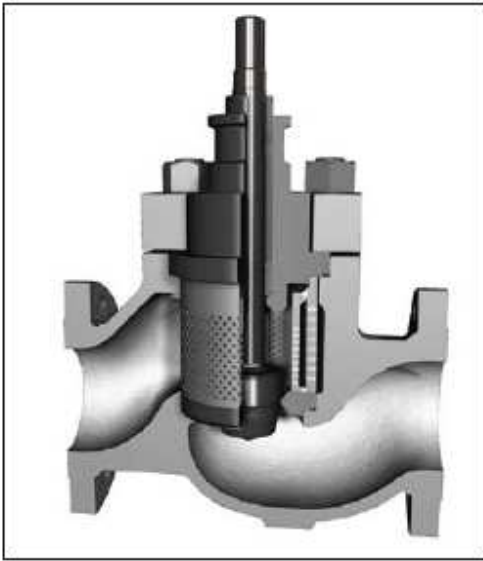

Abbildung 8:
- 8.3.1. MegaStream ersetzt die Standard-Mark One-Innengarnitur durch eine Innengarnitur mit Löchern, siehe Abbildung 8. Normalerweise sind Kegel und Aufsatz identisch mit der Standard Mark One-Ausführung. Montage und Demontage des Ventils folgt den Standardverfahren.